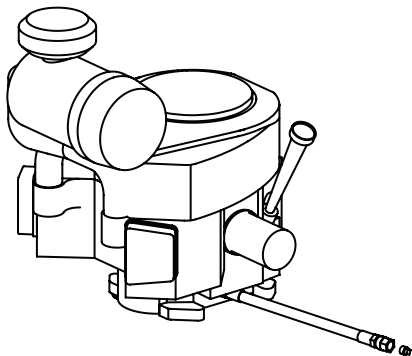

Fig. 32
2. Ubique la manguera de drenaje de aceite del motor (Fig. 32).
5. Mientras sostiene el extremo libre de la manguera de drenaje de aceite sobre el recipiente de recolección de aceite, desenrosque el tapón de la manguera del extremo de la manguera (Fig. 32). Drene el aceite del motor dentro del recipiente.